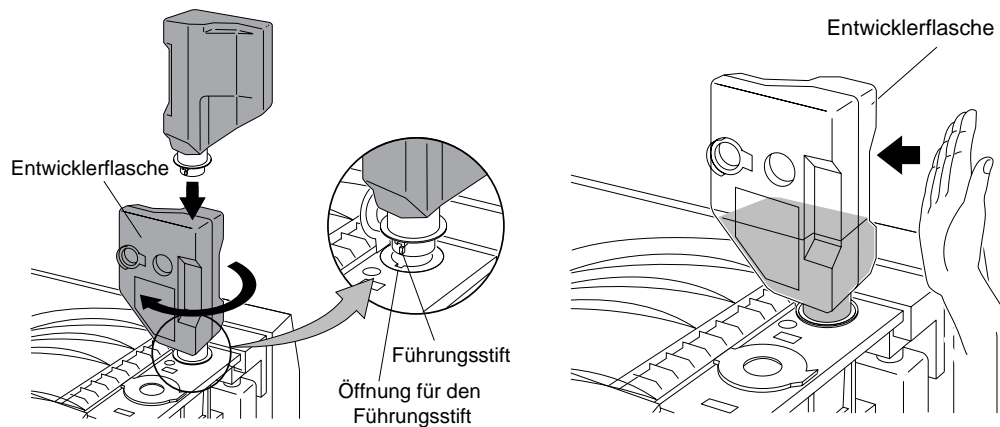

Abbildung 4-18 Einfüllen des Entwicklers und Klopfen auf die Entwicklerflasche
8. Richten Sie die Führungen an der Entwicklerflasche an den Führungsstiften am Entwicklereinfüllstutzen aus. Setzen Sie die Flasche ein, und drehen Sie sie um 180 ° im Uhrzeigersinn, um den Entwickler einzufüllen (siehe Abbildung 4-18).
9. Klopfen Sie vorsichtig auf die Entwicklerflasche, um den eventuell in der Flasche verbliebenen Entwickler zu lösen (siehe Abbildung 4-18).